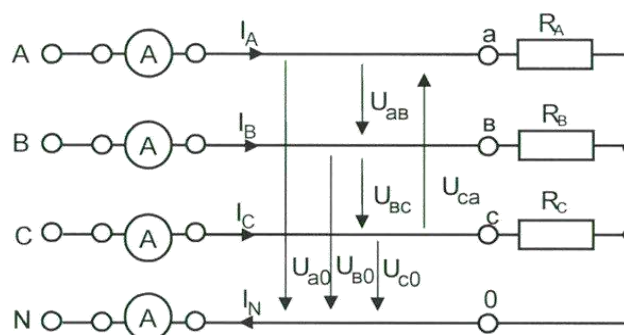
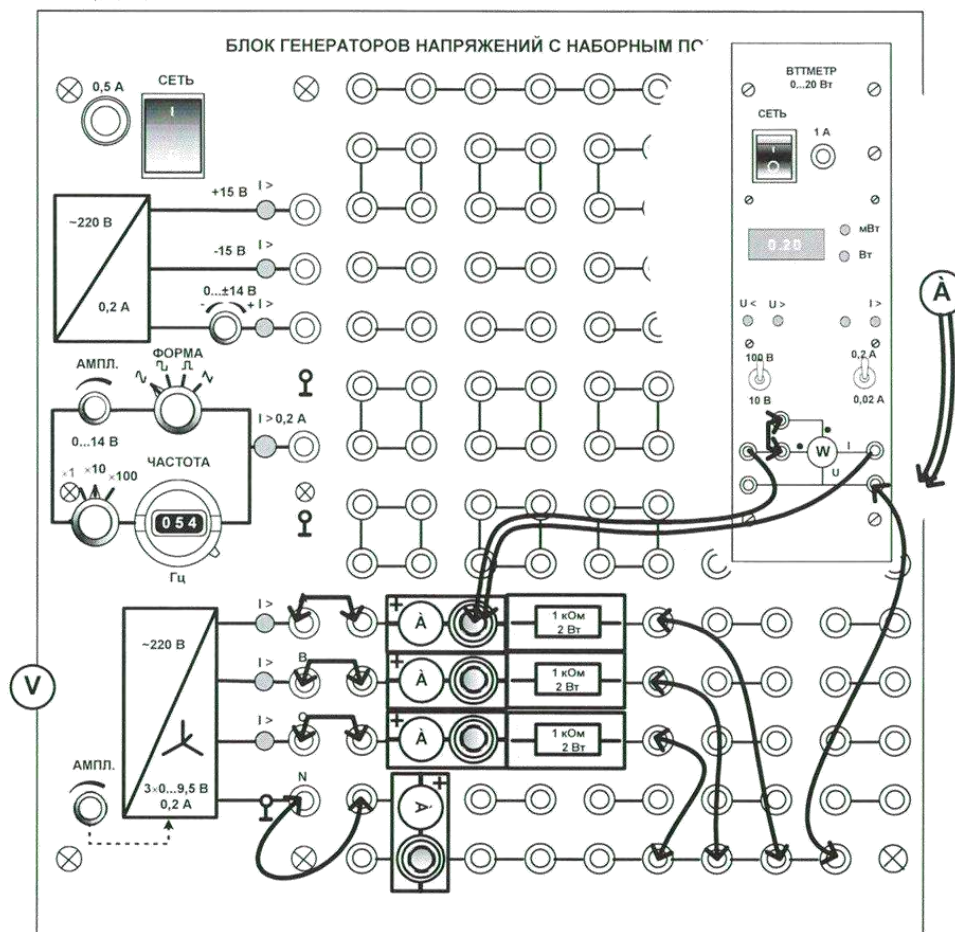
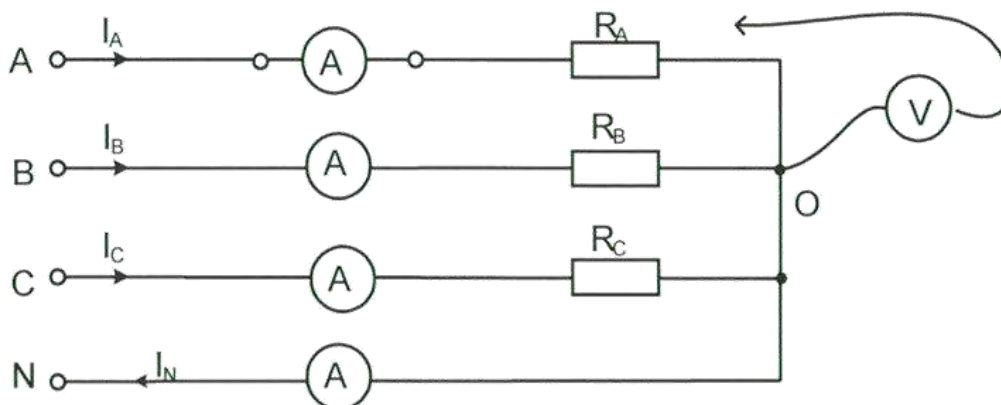

Рис. 9.1
Рис. 9.4
Рис.11.5
Если нагрузки (приемники) соединены в трехфазную цепь по схеме «звезда» (рис. 9.1), то к сопротивлениям нагрузки приложены фазные напряжения. Линейные напряжения (U_L) в $\sqrt{3}$ раз больше фазных (U_ϕ), а линейные токи (I_L) равны фазным (I_ϕ) и определяются по закону Ома:
- Соберите цепь с симметричной активной нагрузкой ($R_A=R_B=R_C=1\text{кОм}$) согласно принципиальной схеме (рис. 9.1) и монтажной схеме (рис. 9.4).
- Соберите цепь, согласно принципиальной схеме (рис. 11.5) с сопротивлениями фаз $R_{AB}=R_{BC}=R_{CA}=1$ кОм. Монтажная схема изображена на рис. 9.4, но ваттметр в этой работе не понадобится.